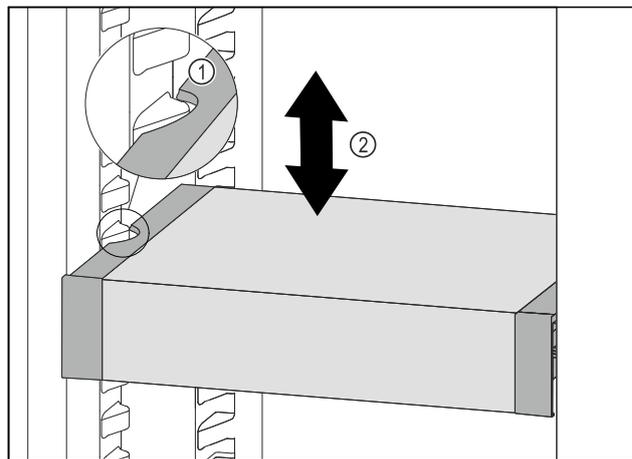

Fig. 51
- ▶ Tire del VarioSafe hacia delante hasta que los huecos laterales del VarioSafe se encuentren a la altura de la nervadura del recipiente en el compartimento del frigorífico. Fig. 51 (1)
- ▶ Mueva el VarioSafe hacia arriba o hacia abajo en el compartimento del frigorífico hasta alcanzar la altura deseada. Fig. 51 (2)